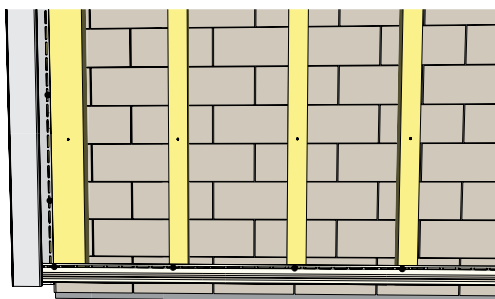
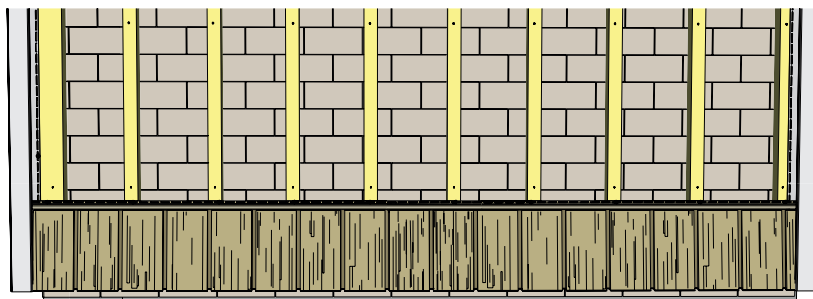

Рисунок 97
Рисунок 98
- 18.1** Смонтируйте стартовую планку (рис. 97) и установите первый ряд панелей (рис. 98).